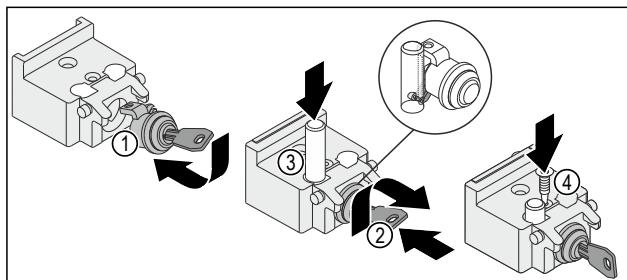

Fig. 16
- ▶ Schloss Fig. 16 (1) einsetzen.
- ▶ Schlüssel Fig. 16 (2) hineindrücken und drehen.
- ▶ Bolzen Fig. 16 (3) einsetzen.
- ▶ Schraube Fig. 16 (4) eindrehen.